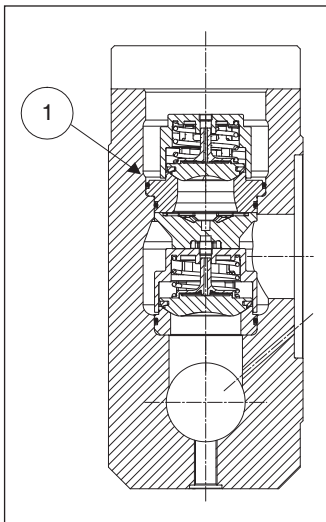

Fig. 189
**Preste atenção especial na inserção do anel circular indicada na pos. ①, Fig. 189. Aconselha-se o uso da ferramenta cod. 27760700, para evitar que o anel circular possa ser cortado durante a inserção.**